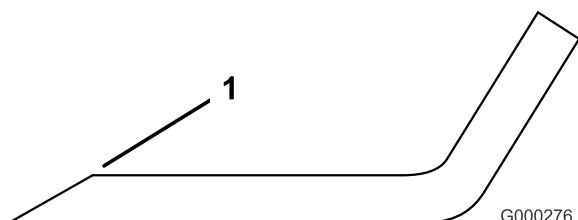

Figure 78
1. Au moyen d'une lime, aiguissez les tranchants aux deux extrémités de la lame (Figure 78). Veillez à conserver l'angle de coupe d'origine. Limez la même quantité de métal sur chacun des deux tranchants pour ne pas déséquilibrer la lame.